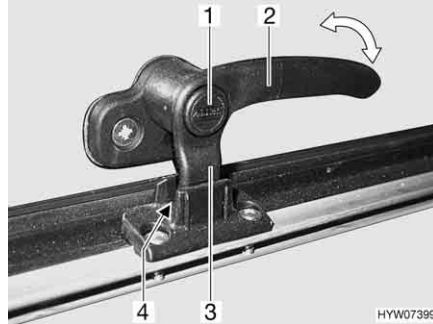
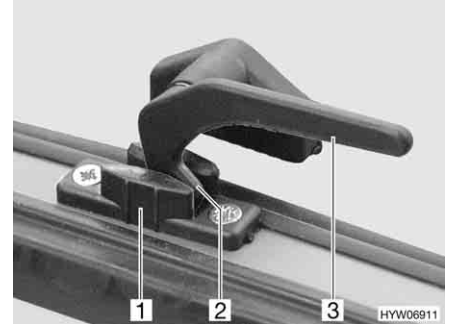

Bild 89 Låsarm med låsknapp i läget "kontinuerlig vädring"
Bild 90 Låsarm i läget "kontinuerlig vädring"
- I läget "kontinuerlig vädring" (Bild 89 och Bild 90)
- Tryck på låsknappen (Bild 89,1) om sådan finns och håll den nedtryckt.
- Vrid alla låsarmar (Bild 89,2 eller Bild 90,3) ett kvarts varv mot luckans mitt.
- Vrid tillbaka alla låsarmar. Därvid måste låsspaken (Bild 89,3 eller Bild 90,2) föras in i spåret på lucklåset (Bild 89,4 eller Bild 90,1).